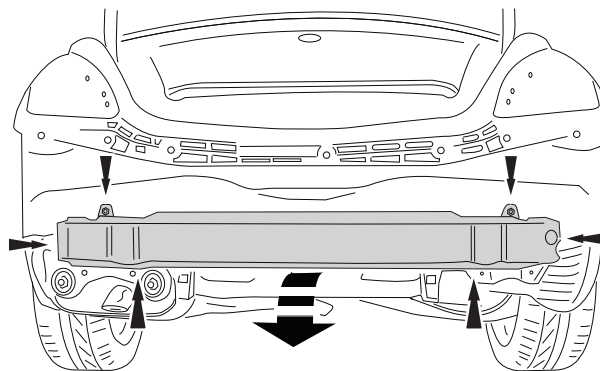

Fig.1
2. Снять бампер вместе со стальным буферным брусом автомобиля буферный брус больше не понадобится. См. рисунок 1 + 1a.